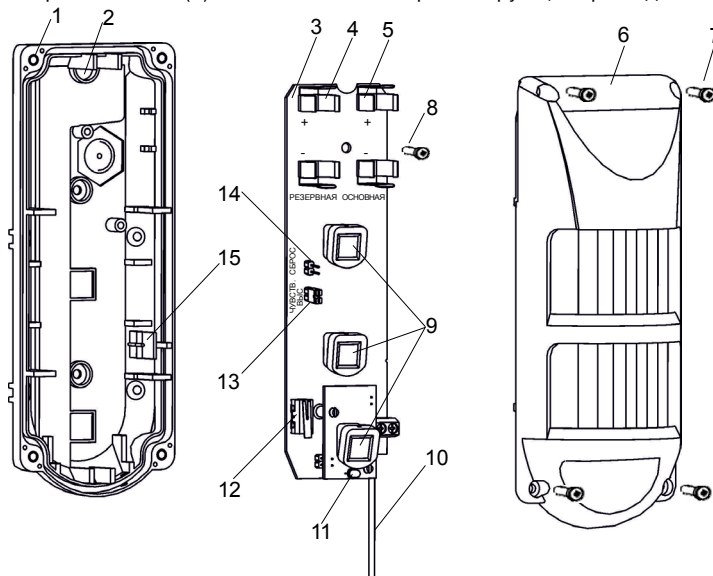

Рисунок 1 – Извещатель
Извещатель (рисунок 1) состоит из основания (1), печатной платы (3) и крышки (6). На печатной плате расположены держатели двух батарей CR123A – основной (5) и резервной (4), три ИК пироприемника (9), антенна (10), входит в комплект поставки, двухцветный световой индикатор (11), датчик вскрытия корпуса (12), переключатель и контакты ЧУВСТВ. ВЫС (13) и контакты СБРОС (14). Печатная плата фиксируется на основании защелкой (15) и винтом (8). Крышка (6) крепится к основанию (1) четырьмя винтами (7) с использованием герметизирующей прокладки.